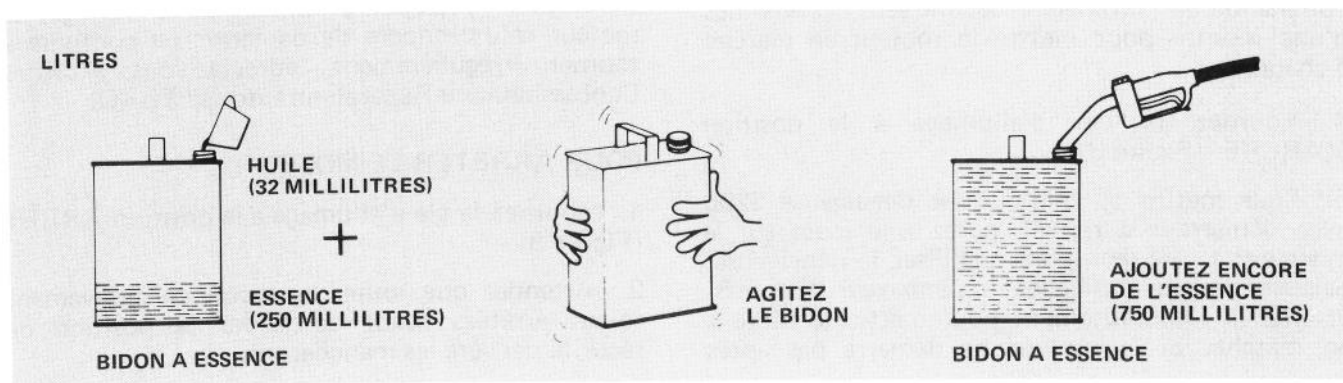

Figure 7C
1. Versez 250 Millilitres d'essence au plomb ORDINAIRE dans un bidon à essence (Fig. 7C).
2. Versez 32 Millilitres d'huile pour moteur à deux temps dans le bidon à essence (Fig. 7C). N'UTILISEZ PAS d'huile multigrade.
3. Agitez vigoureusement le bidon d'essence pour bien mélanger l'huile et l'essence (Fig. 7C). N'oubliez pas de mettre le bouchon sur le bidon d'essence avant de l'agiter.
4. Ajoutez 750 Millilitres d'essence au mélange contenu dans le bidon (Fig. 7C).